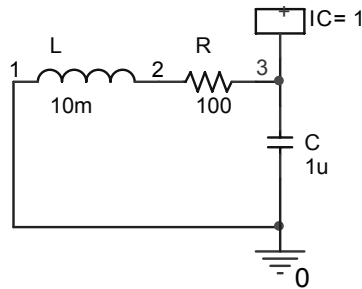

Figura 5.39. Specificarea condițiilor inițiale pentru tensiunea de pe condensator
- Adăugați din biblioteca SPECIAL o specificație de condiții inițiale de tip IC1, cu ajutorul căreia vom simula încărcarea inițială a condensatorului cu tensiunea de 1 V, ca în figura 5.39.